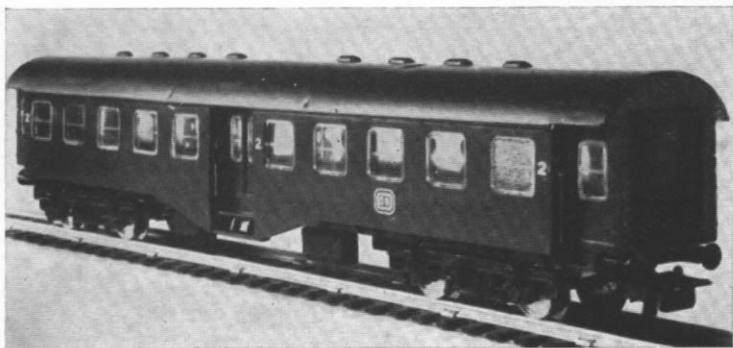

Abb. 1. Ein KITMASTER-B4yge-Umbauwagen mit FLEISCHMANN-Drehgestellen der Bauart „Minden-Deutz leicht“.
Die Schaltung der Bahnhofsgleise ist (sehr vereinfacht und auf das Wesentliche beschränkt, D. Red.) der Abbildung 1 zu entnehmen. Viel zu erklären gibt's da nicht. Der Zug kommt von rechts, fährt in den Bahnhof ein und durch Zurückdrehen des Reglers wird er zum Halten gebracht. Die Lok muß jetzt innerhalb der isolierten Schiene (s. Abb. 1) stehen, die Wagen hingegen in ihrem Ab-
Das wäre also das Grundsätzliche über „die Zugbeleuchtung auf abgeschaltetem Bahnhofsgleis“. Es spielt hierbei keine Rolle, ob man Anhänger des Zwei- oder Dreischienen-Zweileitersystems ist. Bei Mittelleiterbetrieb gilt die untere der gezeichneten Schienen (Abb. 1) als Mittelleiter. Vorausgesetzt wird nur, daß der Strom für die Wagenlämpchen von den Rädern bzw. den Mittelschlefern oder nach „System Puttlitz“ von den Schienen abgenommen wird.
mann in MIBA-Heft 6/IX, S. 234 (Licht ein, Licht aus, per Automat) die Loks also ebenfalls mit abschaltbarer Beleuchtung (sogar ferngesteuert) ausgestattet. Sie sehen auf Abb. 4 die Drucktaste (5). Ein Druck auf diese bewirkt die Umschaltung. In dem Falle speise ich die gesamte Zugbeleuchtung mit Fahrstrom, der Beleuchtungsschalter (Abb. 1) bleibt dann in der gezeichneten Stellung. Das Relais in der Lok schaltet ja vom Motor auf die Beleuchtung um, so daß sich hierbei keinerlei Unstimmigkeiten ergeben können.“ –